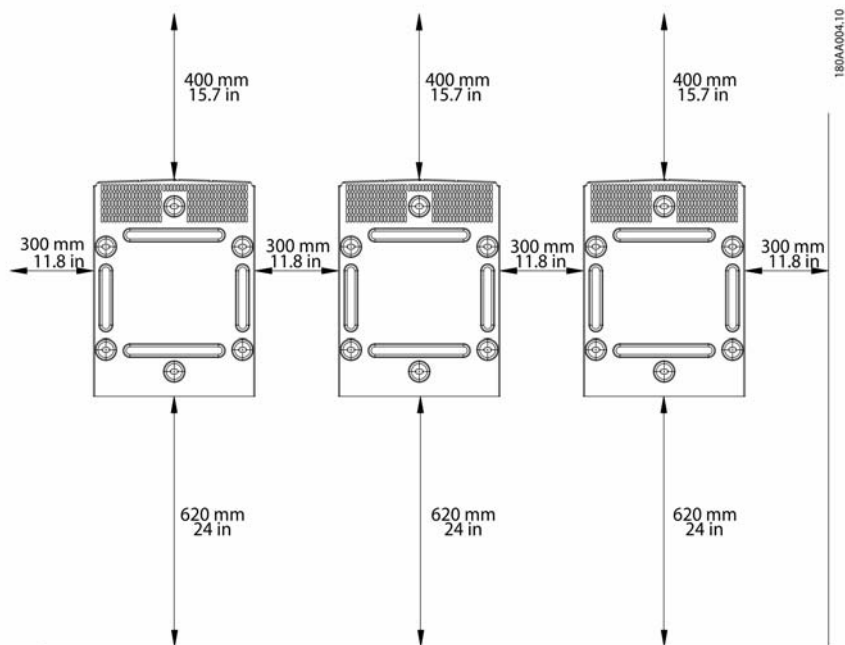

Figura 2.8 Distanze di sicurezza
- Rispettare le distanze di sicurezza quando si installano uno o più inverter al fine di assicurare un flusso d'aria adeguato. Gli spazi liberi sono specificati nella figura 2.8 e sull'etichetta della piastra di montaggio.